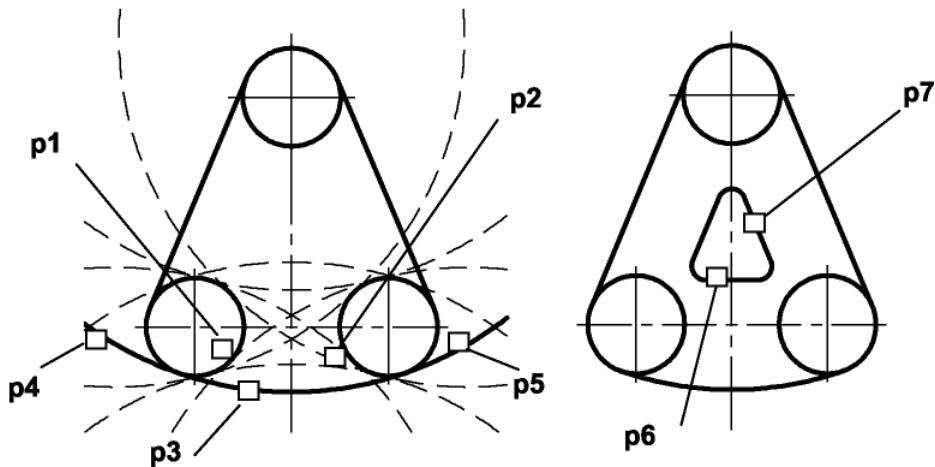

Рисунок 2.2. - Построение окружности касательной к двум окружностям и двум прямым
2. Указать графическим курсором произвольную точку (точка p1) на первой заданной окружности, с которой должна касаться искомая окружность (рис. 2.2а);
3. Указать графическим курсором произвольную точку (точка p2) на второй заданной окружности, с которой должна касаться та же искомая окружность (рис. 2.2а);
5. Выбрать курсором на графической зоне нужную касательную окружность (указать точку p3) и щелкнуть по кнопке - Создать объект панели специального управления (рис. 2.2а);
- 3) указать курсором на графической зоне прямые, между которыми строится сопряжение (на рис. 2.2 б это точки p6 и p7);